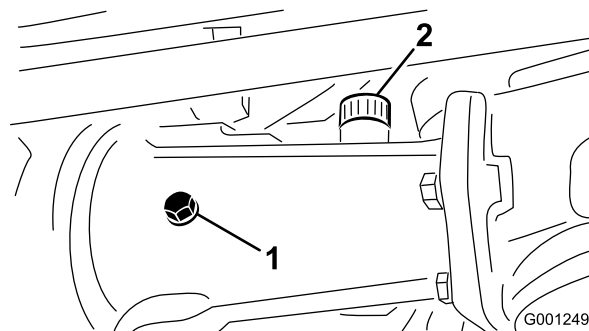
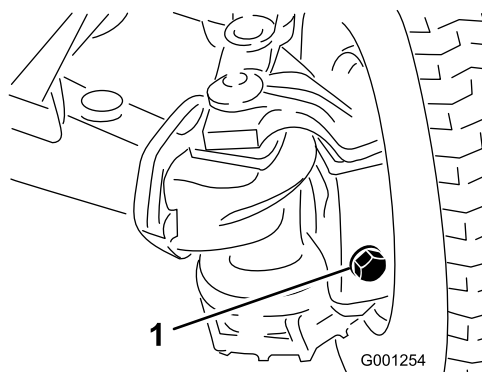

Figura 27
Figura 28
2. Retire los tapones de verificación del eje y asegúrese de que el lubricante llega al borde inferior de cada orificio. Si el nivel es bajo, retire los tapones de llenado y añada suficiente lubricante para que el nivel llegue al borde inferior de los orificios de los tapones de verificación (Figura 27 y Figura 28).